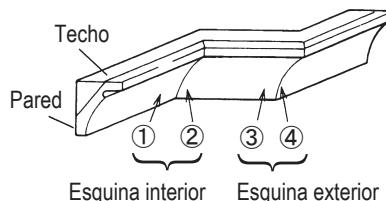
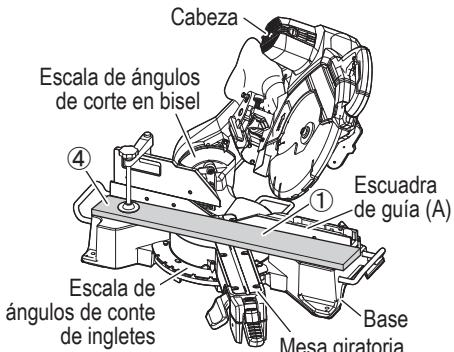
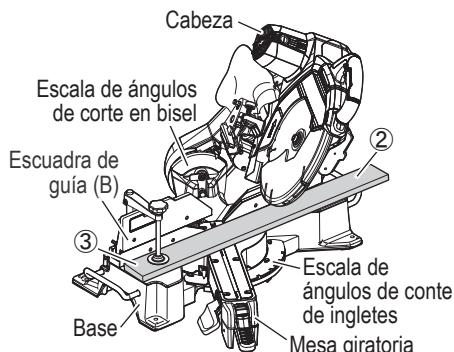

Fig. 34
Fig. 39
Fig. 40
Con respecto a las molduras en vértice típicas, consulte la Fig. 34.
| Para procesar la moldura en vértices en las posiciones ① y ④ de la Fig. 34. | | |
| Para procesar la moldura en vértices en las posiciones ② y ③ de la Fig. 34. | | |
- (1) Ajuste para cortar molduras en vértice a las posiciones ① y ④ de la Fig. 34 (consulte la Fig. 35, incline el cabezal hacia la izquierda):
- (2) Ajuste para cortar molduras en vértice a las posiciones ② y ③ de la Fig. 34 (consulte la Fig. 36, incline el cabezal hacia la izquierda):
- (3) Ajuste para cortar molduras en vértice a las posiciones ① y ④ de la Fig. 34 (consulte la Fig. 39, incline el cabezal hacia la derecha):
- (4) Ajuste para cortar molduras en vértice en las posiciones ② y ③ de la Fig. 34 (consulte la Fig. 40, incline el cabezal hacia la derecha):
| | Posición en la Fig. 34 | Ángulo de inglete | Pieza terminada |